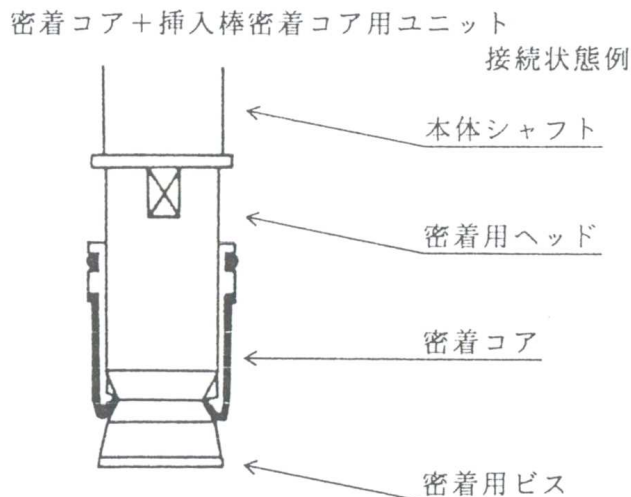

図 5
- ⑥密着コアと挿入棒密着コア用ユニットの接続状態を図 5 に示す。